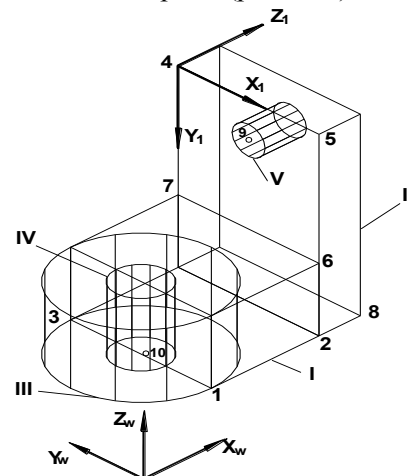
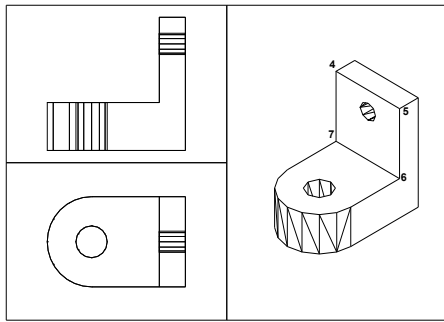

Рис.12.2 Создание твердотельных примитивов
Рис.12.3 Сформированная модель
2. Формирование модели (рис.12.2).
- 2.6.1. Создать новую ПСК₁, используя команду **ПСК по трем точкам** (м. Сервис): начало координат - т.4; новое положение оси OX – т.5; новое положение оси OY – т.7 (рис.12.2).
- 2.7. Выполнить вычитание (тел IV и V) для построения отверстий, при этом произойдет объединение тел I, II и III (рис.12.2). Для вычитания используем команду **ВЫЧИТАНИЕ** (м. **Редактировать/ Редактирование тела**). Результат работы - на рис.12.3.
2.8. Построение фаски (рис.12.3). Система координат - мировая.
2.9. Производим скругление ребра 4 - 5 (рис.12.3). Система координат - ПСК₁.